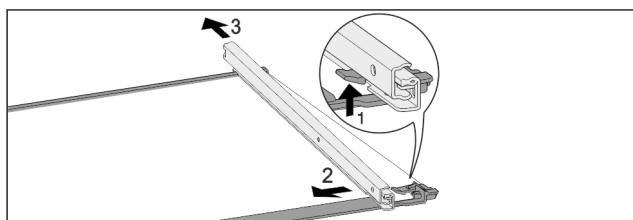

Fig. 125 Placa de vidrio con guías
- Presione hacia arriba el gancho de retención delantero. Fig. 125 (1)
- Retire la guía extraíble hacia un lado Fig. 125 (2) y hacia atrás Fig. 125 (3).